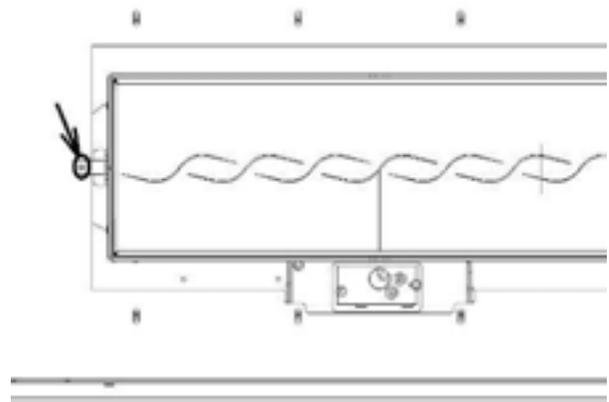

Figure 3.6
- Dévissez la vis située à gauche du brûleur (figure 3.6).
Pour installer le brûleur, il faut le déposer à l'extrême gauche dans l'espace vide au centre du plancher de la chambre de combustion. Puis faire glisser vers la droite jusqu'à ce que le tuyau d'alimentation de gaz s'encastre dans la boîte de pré-mélange air/gaz du SmartCase® (figure 3.7.a). Assurez-vous que le pilote soit bien aligné à l'encoche du brûleur (figure 3.7.b). Une fois le brûleur en place, vissez (figure 3.6).